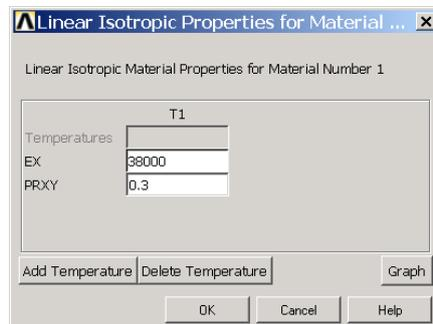

图10.6 定义弹性模量和泊松比。
(2) 定义材料参数。单击 Main Menu > Preprocessor > Material Props > Material Models 菜单，依次双击【Structural】|【Linear】|【Elastic】|【Isotropic】菜单，弹出如图 10.6 所示的对话框。在【EX】文本框中输入【38000】，在【PRXY】文本框中输入【0.3】，然后单击【OK】按钮。